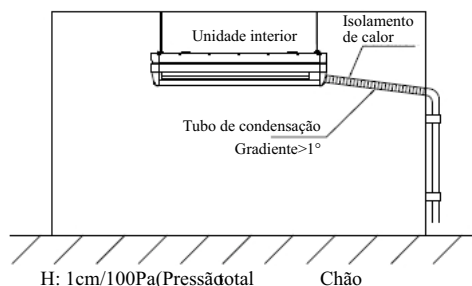

Fig.23
- Depois de instalação do tubo de condensação, vai se fazer o teste de vazamento por derramar água a verificar se há um vazamento nas articulações e o dreno é liso. Para a sala novo, vai se fazer o teste de vazamento antes de colocação de tecto, por favor consulte Fig 23.